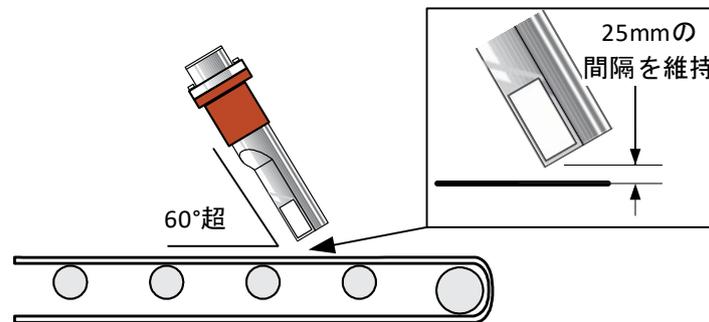

図11: 材料が蓄積しにくいよう、Hydro-Probeを45度に設置
- 材料の蓄積が発生しにくいよう、Hydro-Probe 本体をコンベアベルトに対して 90~60 度の向きに設置します。材料フローに対しては 45 度の角度を維持し、コンベアベルトとの間隔は 25mm に維持することが重要です (図 11 を参照)。